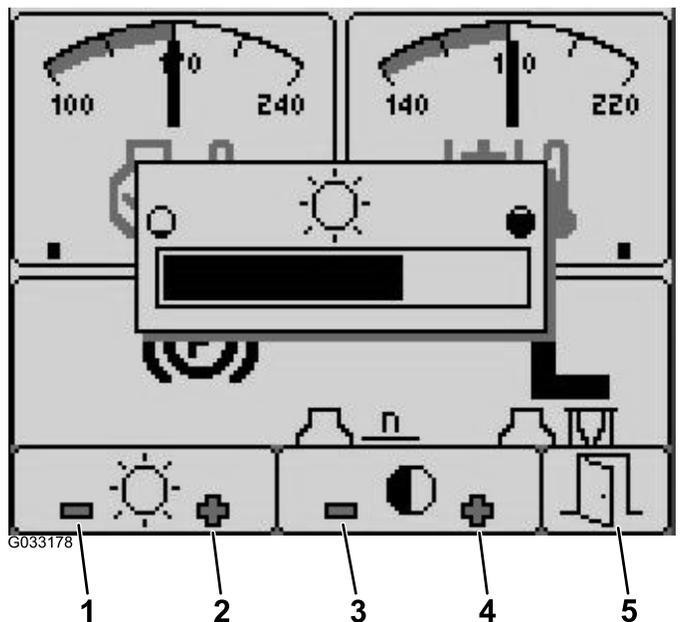

図 27
1. 起動画面で、ボタン5を押すと明るさとコントラスト変更のポップアップメニューが表示される 図 27。
2. 明るさを増加させるにはボタン1、減少させるにはボタン2、コントラストを増加させるにはボタン3、減少させるにはボタン4を押す 図 27。
3. 設定が終わったらボタン 5 を押して終了する (図 27)。